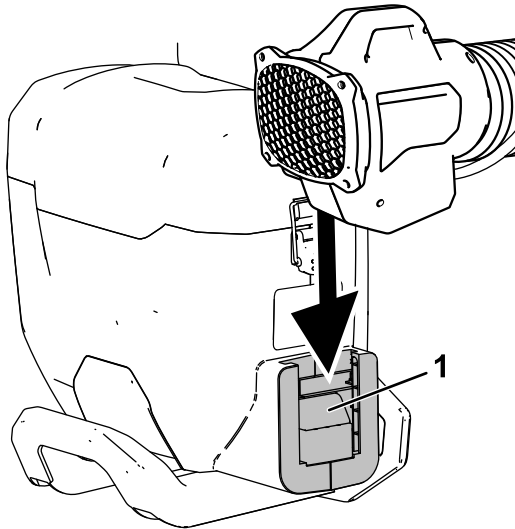

Bild 4
1. Richten Sie das Laubgebläse am Stromanschluss des Rucksacks aus (Bild 4).